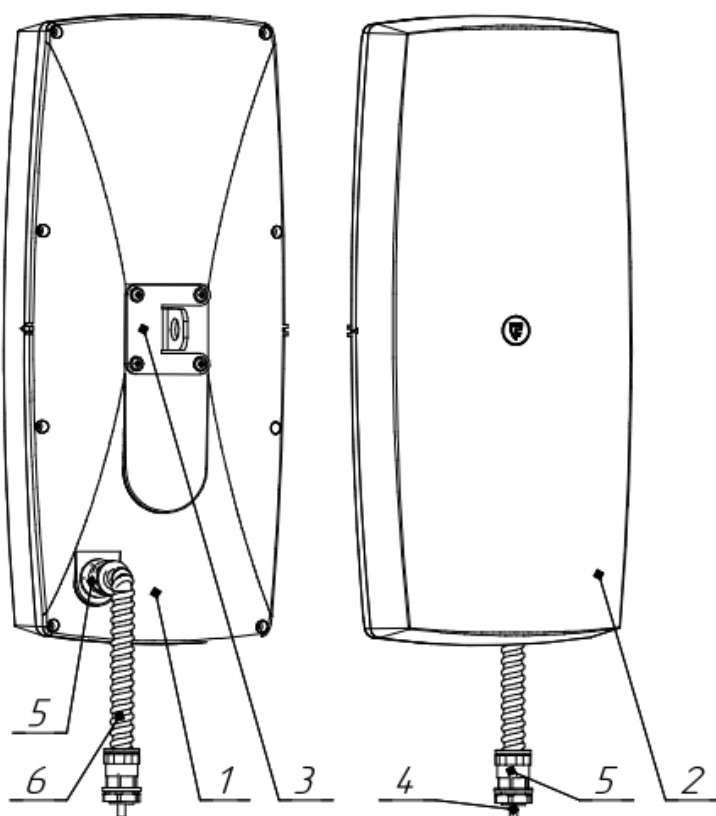

Рисунок 1.4 – Конструкция блока ПРМ-ПРД извещателей
1.4.2.2 Устройство извещателей «ЗЕБРА-42(5,8)-В», «ЗЕБРА-42(5,8)-В-А» (рисунок 1.4) аналогично устройству извещателя «ЗЕБРА-42(5,8)-Ш».